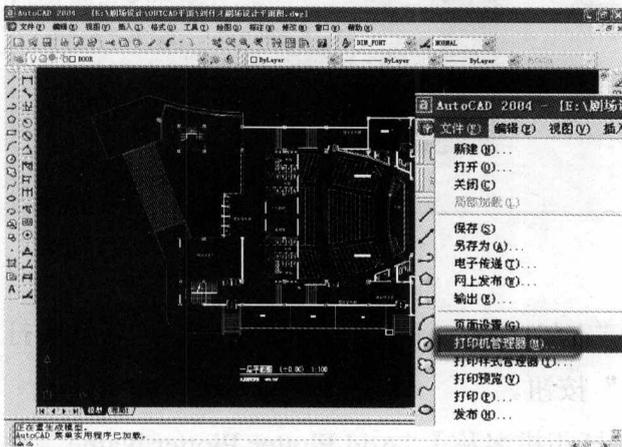

图 2-20
(1) 打开 CAD2004,在【文件】菜单下点击(Open)键,打开一个文件,如图 2-20 所示。